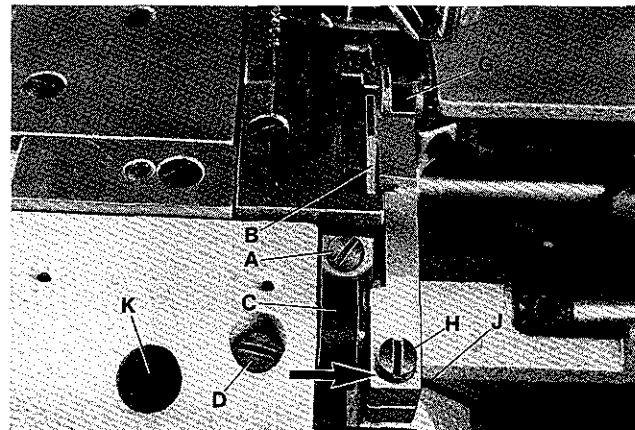
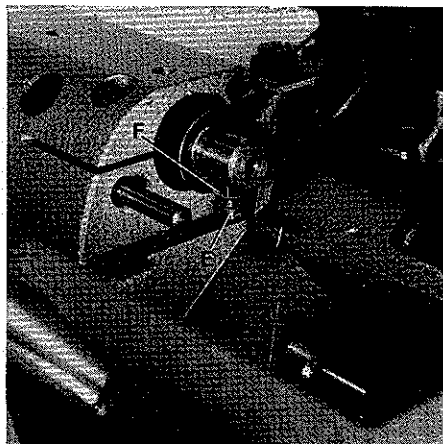
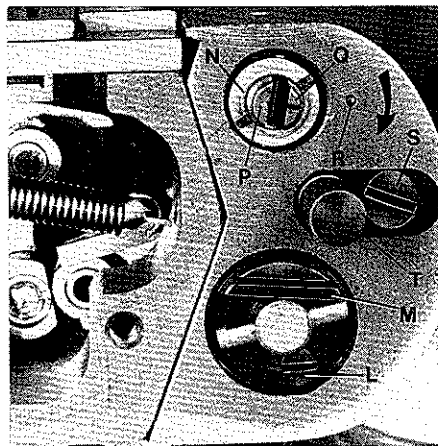

Fig.50
Fig.51
Fig.52
Remove the edge guide. Loosen screw (A, Fig.50) in lower knife holder (C) and move lower knife (B) up or down until its cutting edge is parallel and flush with throat plate top surface. Retighten screw (A).
Note: Lower knife holder (C, Fig.50) is set at the factory so the cutting edge of lower knife is parallel with top surface of throat plate.
When replacing the lower knife holder it has to be set accordingly. Loosen screw (D, Fig.50) and turn lower knife holder (C) until the cutting edge of lower knife is parallel with top surface of throat plate. Secure this setting with stop screw (E, Fig.51) and lock nut (F) in lower knife holder. Retighten screw (D, Fig.50).
Loosen screw (D, Fig.50) and align the width of trim to the right needle by moving lower knife holder (C) laterally. If this adjustment is obstructed by the upper knife (G), loosen screw (H) and move the upper knife to the right. Retighten screw (D) and also screw (H) if loosened, after setting the lower knife.
Check after making this setting, if the upper knife holder (J, Fig.50) can be moved in direction of the arrow (see Fig.50) against the pressure of the spring. If this is not possible, loosen screw (H) and move the upper knife holder (J) accordingly to the right. Retighten screw (H).
Remove the cylinder cover and loosen screw (L, Fig.52). Adjust by means of stop (M) the highest obtainable throw of upper knife. Retighten screw (L) and rotate pulley until the upper knife is in its down position.
Entfernen Sie die Stoffkantenführung. Lösen Sie die Schraube (A, Fig.50) im Untermesserhalter (C) und schieben Sie das Untermesser (B) nach oben oder unten bis die Schneide parallel und auf gleicher Höhe mit der Stichplattenoberfläche steht. Ziehen Sie die Schraube (A) wieder an.
Beachten Sie: Der Untermesserhalter (C, Fig.50) wird im Werk so eingestellt, daß die Schneide des Untermessers parallel zur Stichplattenoberfläche steht.
Beim Austausch muß ein neuer Untermesserhalter entsprechend eingestellt werden. Lösen Sie die Schraube (D, Fig.50) und drehen Sie den Untermesserhalter (C, Fig.50) bis die Untermesserschneide parallel zur Stichplattenoberfläche steht. Sichern Sie diese Einstellung mit der Anschlagsschraube (E, Fig.51) und der Kontermutter (F) im Untermesserhalter. Ziehen Sie die Schraube (D, Fig.50) wieder an.
Lösen Sie die Schraube (D, Fig.50) und richten Sie durch seitliches Verschieben des Untermesserhalters (C) die Abschnittsbreite zur rechten Nadel entsprechend aus. Wird diese Einstellung durch das Obermesser (G) behindert, lösen Sie die Schraube (H) und schieben das Obermesser nach rechts. Ziehen Sie nach der Einstellung des Untermessers die Schraube (D) und gegebenenfalls die Schraube (H) wieder an.
Prüfen Sie nach dieser Einstellung, ob sich der Obermesserträger (J, Fig.50) in Pfeilrichtung (siehe Fig.50) entgegen der Kraft der Andrückfeder bewegen läßt. Ist dies nicht möglich, lösen Sie die Schraube (H) und drücken den Obermesserträger (J) entsprechend nach rechts. Ziehen Sie die Schraube (H) wieder an.
Entfernen Sie den Zylinderdeckel und lösen Sie die Schraube (L, Fig.52). Stellen Sie mit dem Anschlag (M) den größtmöglichen Hub des Obermessers ein. Ziehen Sie die Schraube (L) wieder an und bringen Sie durch Drehen am Handrad das Obermesser in die unterste Stellung.
Adjust the lateral cutting pressure by turning nut (N, Fig.52). Turning the nut clockwise increases the cutting pressure, turning it counterclockwise acts the reverse.
To adjust the shear angle loosen screws (H and K, Fig. 50). Set shaft (P, Fig. 52) so, that mark (Q) on the shaft and mark (R) on cylinder are lined up.
Turning shaft (P, Fig. 52) in direction of the arrow increases the shear angle, turning it against direction of the arrow decreases it. Retighten screws (H and K, Fig. 50) and make sure that the settings described in paragraph "SETTING THE UPPER KNIFE" are not disturbed.
Remove cylinder cover. Loosen screw (S, Fig. 52) and move push button (T) slightly back and forth until it engages as described. Retighten screw (S). If it is not possible to engage the push button with this adjustment, loosen screw (L, Fig. 52) and turn stop (M) clockwise until the push button engages. Retighten screw (L).
Der seitliche Schneiddruck wird durch Drehen der Mutter (N, Fig. 52) eingestellt. Drehen der Mutter im Uhrzeigersinn erhöht den Schneiddruck, drehen im Gegenuhrzeigersinn vermindert ihn.
Zur Einstellung des Scherwinkels lösen Sie die Schrauben (H und K, Fig. 50). Stellen Sie die Achse (P, Fig. 52) so, daß sich die Markierungen (Q) auf der Achse und (R) am Zylinder gegenüberstehen.
Drehen der Achse (P, Fig. 52) in Pfeilrichtung vergrößert den Scherwinkel, drehen in entgegengesetzter Richtung verkleinert ihn. Ziehen Sie die Schrauben (H und K, Fig. 50) wieder an und beachten Sie, daß die im Abschnitt "EINSTELLUNG DES OBERMESSERS" beschriebenen Einstellungen erhalten bleiben.
Entfernen Sie den Zylinderdeckel. Lösen Sie die Schraube (S, Fig. 52) und bewegen Sie den Druckknopf (T) leicht hin und her bis er wie oben beschrieben einrastet. Ziehen Sie die Schraube (S) wieder an. Läßt sich der Druckknopf durch diese Einstellung nicht einrasten, lösen Sie die Schraube (L, Fig. 52) und drehen den Anschlag (M) im Uhrzeigersinn bis der Druckknopf einrastet. Ziehen Sie die Schraube (L) wieder an. Montieren Sie den Zylinderdeckel wieder. Bauen Sie die Stoffkantenführung wieder ein und stellen Sie sie so, daß die Stoffkante sauber beschnitten wird.